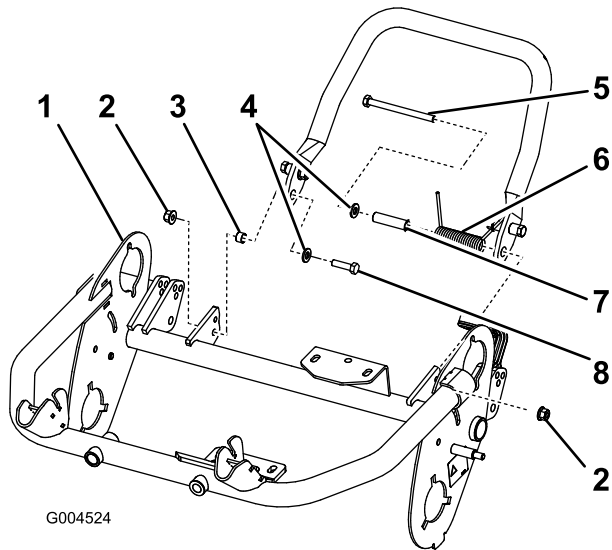

図 10
2. 小さいボルト (M8-1.25 x 030) にワッシャ (M8) を通す。このボルトとワッシャ、小さいスペーサおよびロックナット (M8-1.25) を使って、キックスタンドの右側をフレームに固定する (図 10)。ボルトはフレームの内側から外側に向かって使うこと；参照図 10。
重要 スプリングを取り付けるとき、スプリングの片方の端が後フレームの下側にくるようにする (図 10)。
て、キックスタンドの左側をフレームに固定する(図 10)。ボルトはフレームの内側から外側に向かって使うこと；参照図 10。